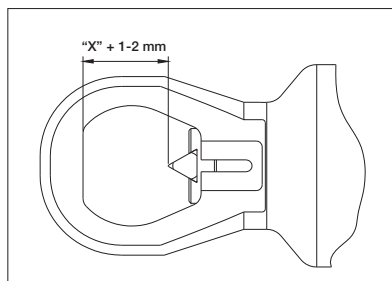

Figura 7
4. Ruotare la testa di taglio fino a che la distanza tra la parte piatta della testa e la punta della lama sia la stessa come la distanza tra la faccia del dado ed il bullone, precedentemente misurata nel Passo 1, PIU' un'addizionale distanza da 1 a 2 mm Vedere la Figura 7 (1/16")